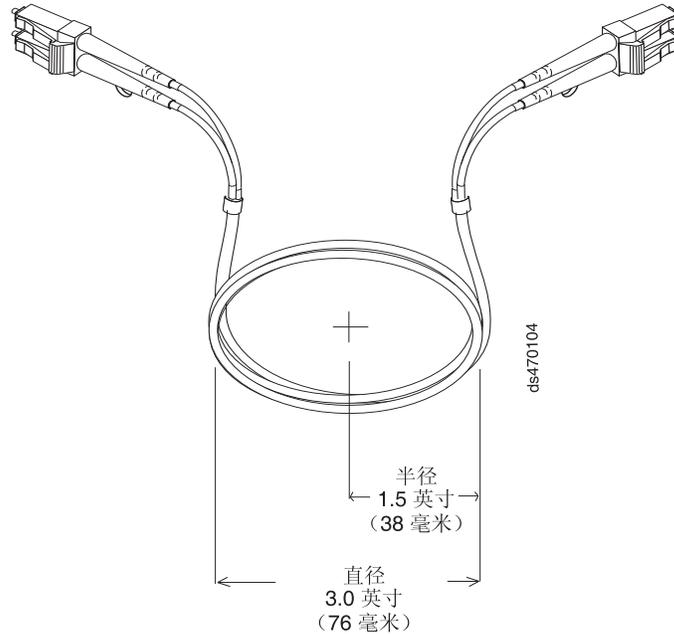

图 18. 最佳的光缆弯曲和环路规格。
- 在存放过长或未使用的光缆时，请勿将光缆弯曲到直径小于 76 毫米（3 英寸）或半径小于 38 毫米（1.5 英寸），也不要让光缆卷在一起。请参阅第 45 页的图 18。